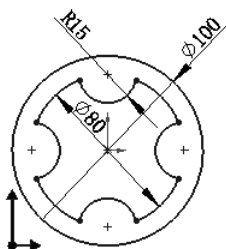

图 2.11.4 显示插入点
(1) 选择要创建块的草图实体。选择下拉菜单 **工具(T)** → **块** → **制作(M)** 命令，系统弹出“制作块”对话框，选取图中的所有草图实体作为块实体。
(2) 显示插入点。展开 **插入点(I)** 区域，同时，图形中显示出插入点，如图 2.11.4 所示。